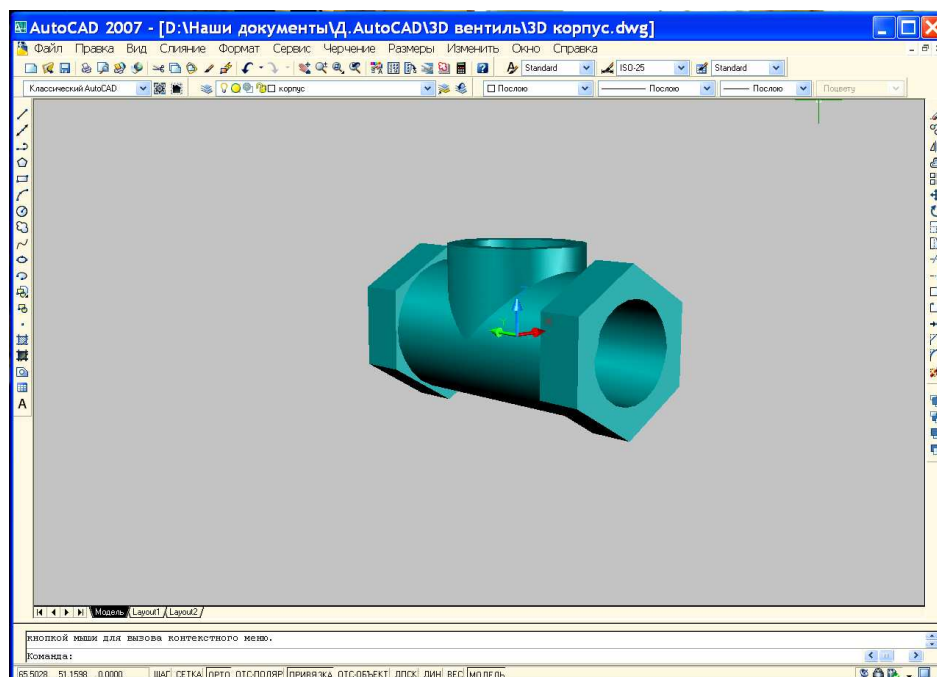

Рис. 1
**Рабочий стол** можно разделить на отдельные зоны (рис. 1):